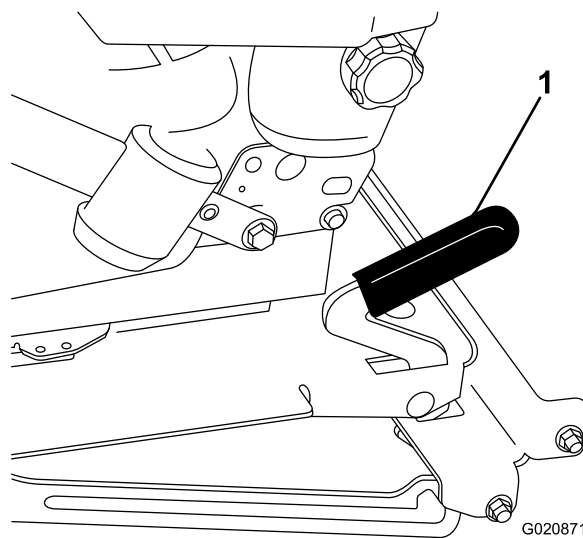

Figura 32
2. Per sbloccare il sedile tirate avanti l'apposita leva del dispositivo di chiusura e sollevate (Figura 32).